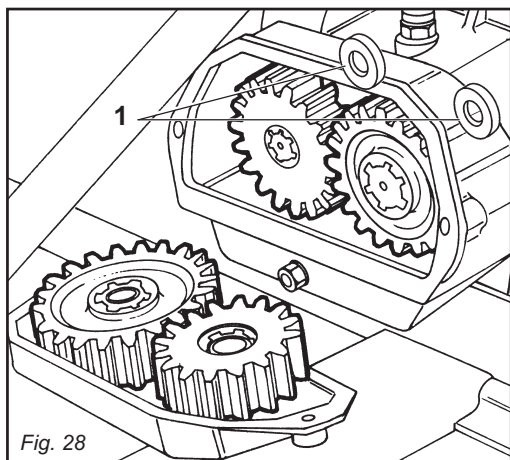

Fig. 28
La macchina è equipaggiata di cambio di velocità (Fig. 28), con una coppia di ingranaggi.
Machine are equipped with a gearshift (Fig. 28), with one pair of gears.
Les machines sont équipées d'une boîte de vitesse (Fig. 28), avec un couple d'engrenages.
Die Maschine sind mit Wechselgetriebe (Abb. 28), mit einem Räderpaar ausgestattet. Dadurch ist es möglich, mehrere Rotordrehgeschwindigkeiten zu erhalten, um damit den Anforderungen des Bedieners zu entsprechen.
Las máquinas están equipadas de cambio de velocidad (Fig. 28), mediante un par de engranajes.
- Fare attenzione durante l'operazione a non far cadere i distanziali (1 Fig. 28), all'interno della scatola cambio.
- La caduta dei distanziali (1 Fig. 28), all'interno della scatola cambio può causare la rottura degli ingranaggi.
- *While changing gears pay attention that the spacers (1 Fig. 28) fitted behind the gears do not fall in the gearbox.*
- *The falling of the spaces (1 Fig. 28) inside the gearbox can cause the braking of the gears.*
- **Au changement des pignons faire attention que les entretoises (1 Fig. 28) montées derrières les pignons ne tombent pas dans le boîtier.**
- **La chute des entretoises (1 Fig. 28) à l'intérieur de la boîte de vitesse, peut causer la rupture des pignons.**
- **Während sie das Getriebe verändern, bitte passen sie auf, dass die Distanzialstücke (1 Abb. 28) hinten den Zahnradern nicht in das Getriebe fallen.**
- **Der verfall der Distanzialstücke (1 Abb. 28) kann der bruch der zahnradern.**
- **Cuando cambian los engranajes prestan atención que los distanciadores (1 Fig. 28) montados detrás de los engranajes no caen en el cambio.**
- **La caída de los espaciadores (1 Fig. 28) puede causar la ruptura de los engranajes.**